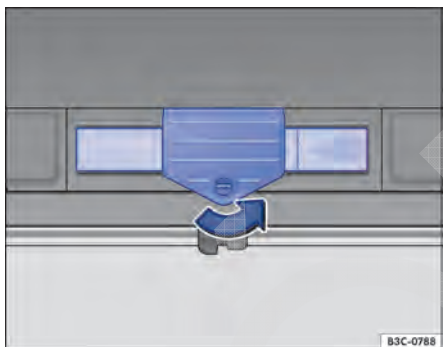

Fig. 244 Na tampa traseira: abrir o suporte do triângulo de segurança.
- Abrir o suporte do triângulo de segurança e retirá-lo ⇒ Fig. 244.